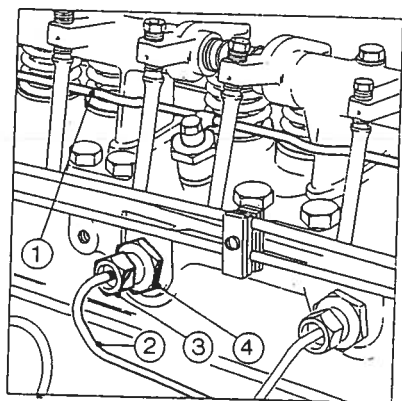

Fig. 20 Dyser og rør
4. holder røret til dysene (fig. 20).
8. Slakk på mutrene til dysens oljetetning (fig. 20) og ved å skru adaptermutterne til brennstoffinnløpet av kan adapterne fjernes fra dysene.